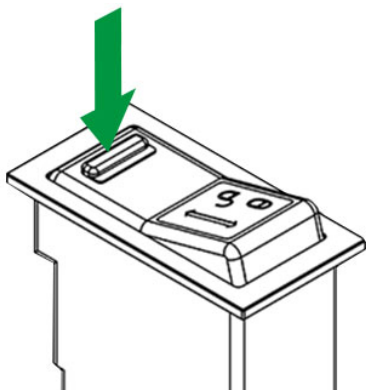

Abbildung 99: Verriegelungsbolzen VERRIEGELN
- Die grüne Sichtanzeige ist ausgefahren und von der Baggerkabine aus sichtbar, siehe *Abbildung 99*.